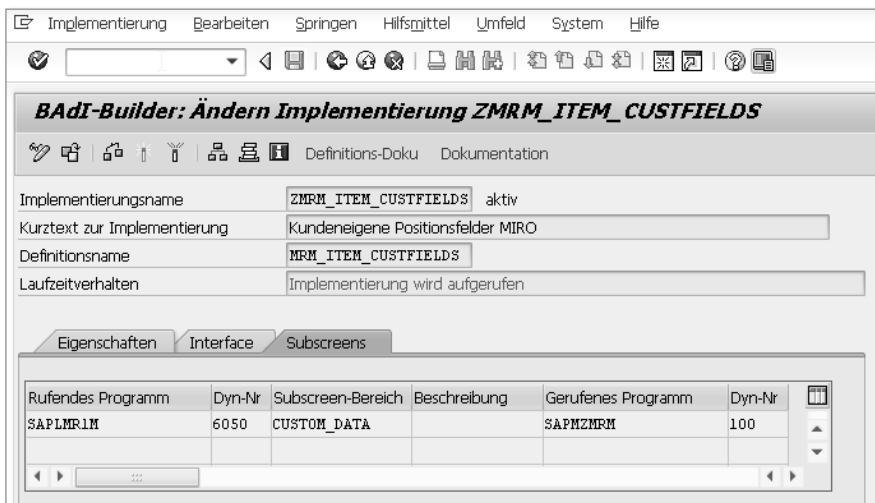

Abbildung 6.6 Karteireiter »Subscreens« der BAdI-Implementierung
2. Als Erstes sollten Sie Ihr zuvor erstelltes Dynpro in der Implementierung hinterlegen. Wechseln Sie hierzu auf den Karteireiter `SUBSCREENS`, und tragen Sie den Namen und die Dynpro-Nummer als gerufenes Programm ein (siehe Abbildung 6.6).